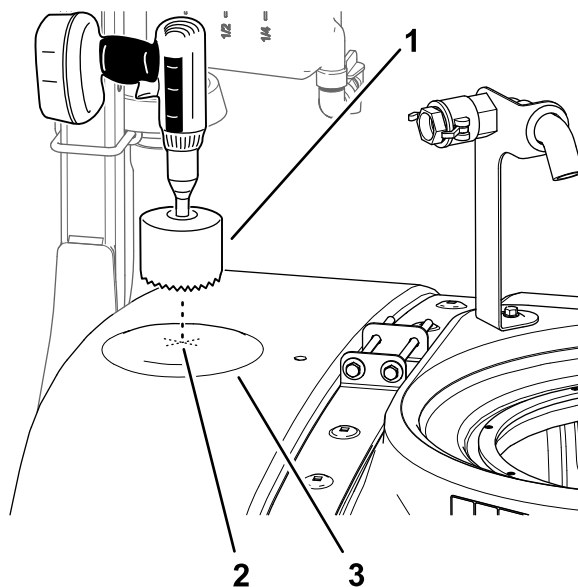

Figura 26
2. Găsiți punctul frontal din partea superioară a rezervorului, conform indicațiilor din Figura 26.
3. Folosiți un burghiu cu diametru de 9 cm pentru a realiza o gaură la locul marcajului (Figura 26).